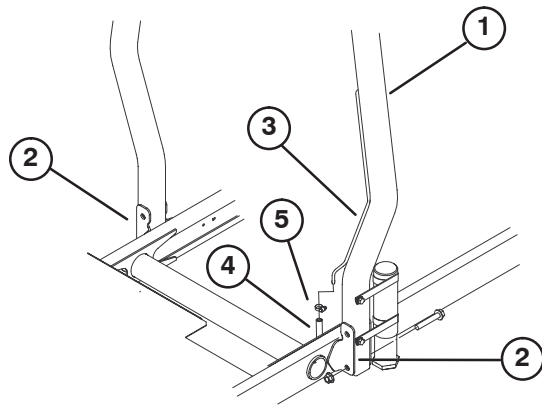

Bild 7
2. Befestigen Sie jede Seite des Überrollbügels mit zwei (2) Kopfschrauben und Sicherungsmuttern an den Befestigungshalterungen (Bild 7). Ziehen Sie die Schrauben auf 81 Nm an.